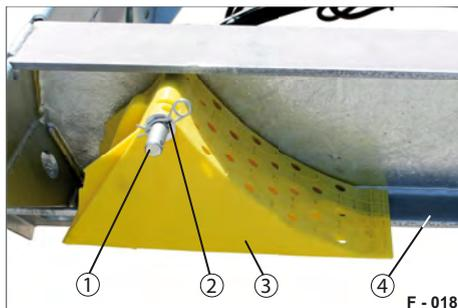

Abb. 32 Unterlegkeil geparkt
- ▶ Ziehen Sie den Federstecker (Abb. 32/2) heraus. Entnehmen Sie die Scheibe.
- ▶ Ziehen Sie den Unterlegkeil (Abb. 32/3) heraus.